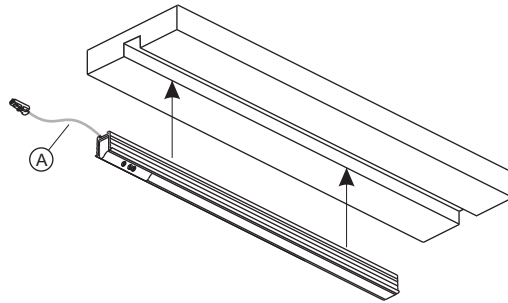

Fig.4
- Das Anschlusskabel (A) in die Bohrung einführen, dann das Leuchtenprofil vorsichtig bis zum Anschlag eindrücken (Abb. 4).
- Das Leuchtenprofil mit sanftem Druck einsetzen, bis es vollständig eingesetzt ist, Abb. 4
- Insérer le câble d'alimentation (A) dans le trou, puis installer la barre lumineuse en exerçant une légère pression jusqu'à l'insertion complète, comme indiqué sur la figure 4.
- Insérer la barre lumineuse en pressant légèrement jusqu'à son insertion complète (Fig. 4).